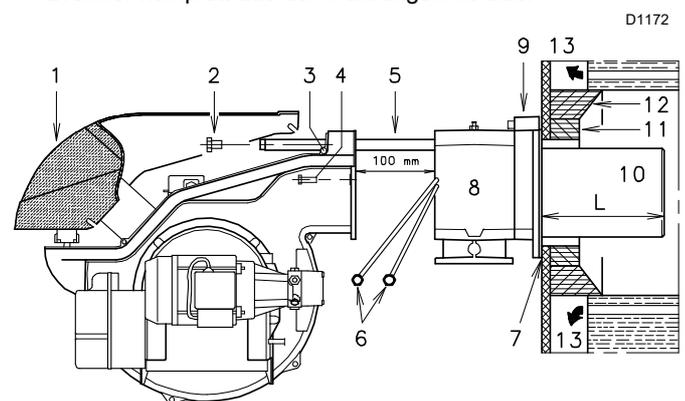
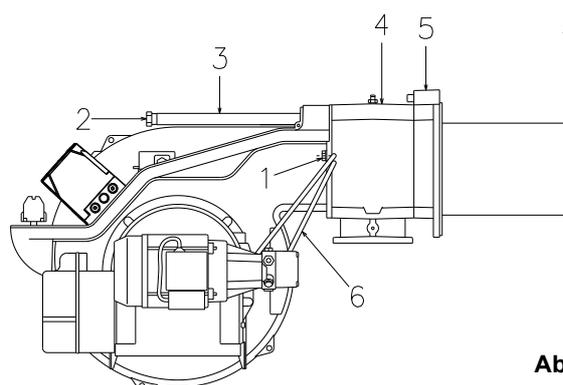

Abb. 11
Abb. 17
Für Heizkessel mit wassergekühlter Frontseite ist die Verkleidung mit feuerfestem Material 11)-12) (Abb. 11) nicht notwendig, sofern dies nicht ausdrücklich vom Kesselhersteller verlangt wird.
- Trennen Sie den Flammkopf vom übrigen Teil des Brenners, (Abb. 11):
Befestigen Sie nach diesem eventuellen Vorgang den Flansch 9)(Abb. 11 auf Seite 17) an der Platte des Heizkessels und setzen Sie die beiliegende Isolierdichtung 7)(Abb. 11 auf Seite 17) dazwischen. Tragen Sie vor dem Verwenden der 4, ebenfalls mitgelieferten Schrauben entsprechende Freßschutzmittel auf.
- Montieren Sie den Brenner wieder auf den Führungen 3)(Abb. 17) in einem Abstand von ca. 100 mm zur Muffe 4). Der Brenner befindet sich in der in Abb. 11 auf Seite 17 dargestellten Position.
- ziehen Sie die Elektrodenkabel ein und lassen Sie dann den Brenner bis zur Muffe gleiten, sodass er sich in der in Abb. 17 dargestellten Position befindet;
- bringen Sie die Schrauben 2) (Abb. 17) wieder an den Gleitschienen 3) an;
- schließen Sie die Heizölschläuche durch Einschrauben der beiden Anschlüsse 6)(Abb. 11 auf Seite 17) wieder an.